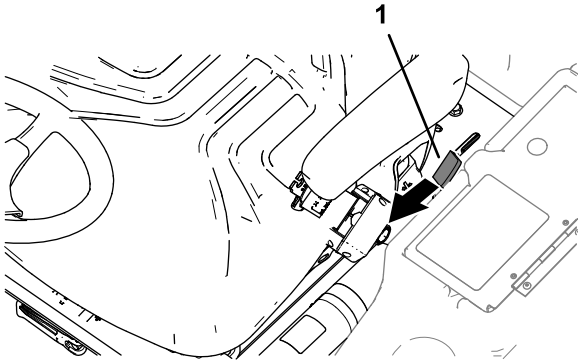

Bild 42
1. Bewegen Sie den Verschlussriegelgriff (Bild 42) zur Vorderseite der Maschine, bis die Sperrhaken den Riegel freigeben.